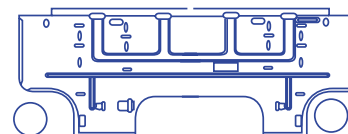

Рис. 9
- 2) Прикрепите монтажную пластину к стене, используя винты, входящие в комплект поставки (рис. 9). Убедитесь, что монтажная пластина надежно закреплена.